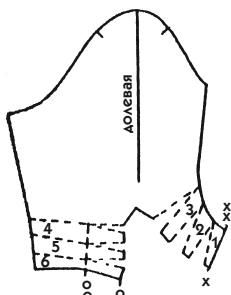

Рис. 664
4. **Передняя часть рукава** (детали 1, 2, 3). Перенесите чертеж на другой лист бумаги, добавив необходимое расширение (например, 2,5 см на каждую полоску), как на рис. 664.